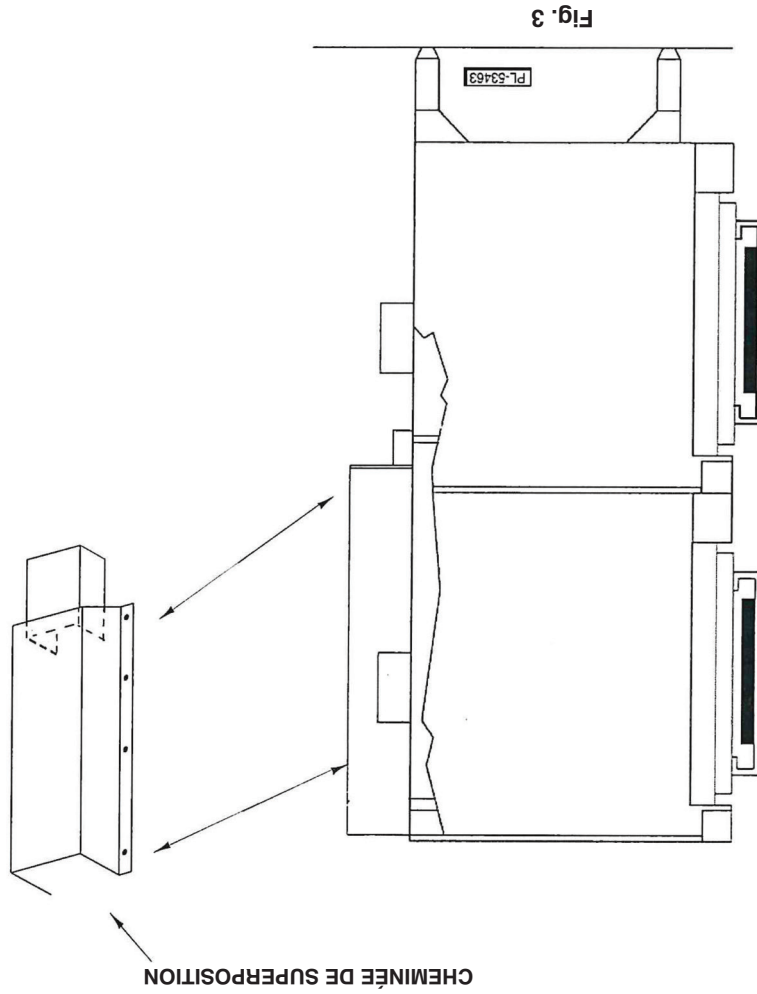

Fig. 3
1. Appuyez sur le bouton **FAN** pour basculer entre les vitesses de ventilation : HI, LOW ou OFF (Haute, Basse ou Arrêt). (Fig. 3,2). (Si la source de chaleur sélectionnée est le gaz, le chauffage sera désactivé si vous avez choisi OFF [Arrêt]. Assurez-vous que ce réglage concorde avec la source de chaleur de votre four.)
Enlevez le panneau arrière optionnel, s'il est fourni, du four du HAUT. Retirez le garde de l'évent du four supérieur. Installez la cheminée de superposition (Fig. 3) avec les quatre vis fournies. Remettez le panneau arrière en place, s'il est fourni.